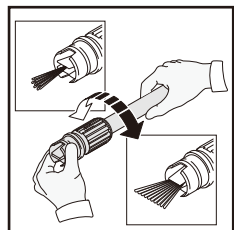

Fig. 7
- Cuando se usa la lanza de pulverización ajustables, el patrón de pulverización y la intensidad puede controlarse en función de la alimentación de agua necesaria para cada tarea girando la boquilla de pulverización en el extremo de la lanza (Fig. 7). Estos pueden ser utilizados para barrer las hojas o la suciedad de las superficies planas o frenar. Este lance tiene la más amplia variedad de aplicaciones, como el ventilador grado permite una buena presión de impacto y cobertura de limpieza.